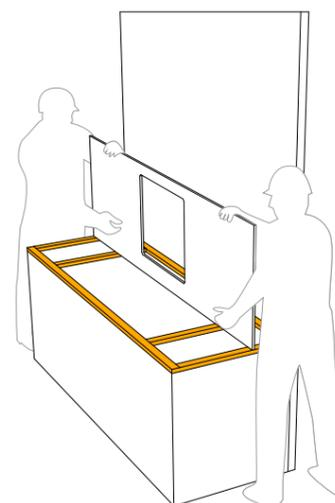

fig. 1
- Posizionare il countertop in verticale, collocandolo contro il muro di appoggio della cucina (fig. 1);
- Distribuire uniformemente il silicone sui traversi di sostegno per una adesione ottimale della lastra (fig. 1);